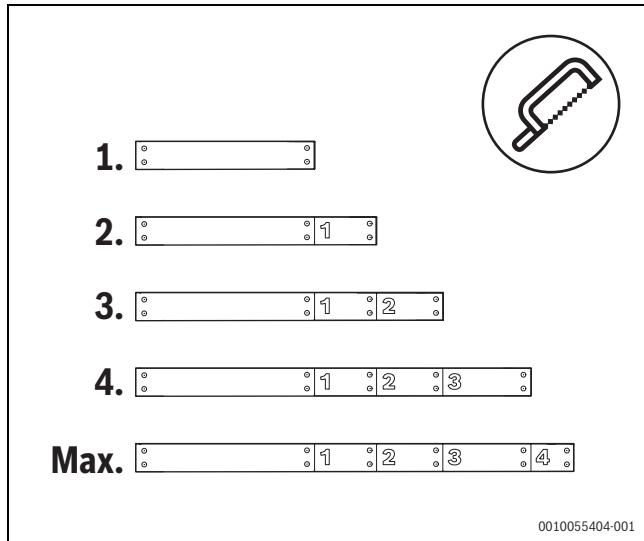

Bild 4 Längen der Distanzbretter des Fertigfundaments
- Stellen Sie sicher, dass Sie die Distanzbretter an der richtigen Markierung ablägen (Bild 4).